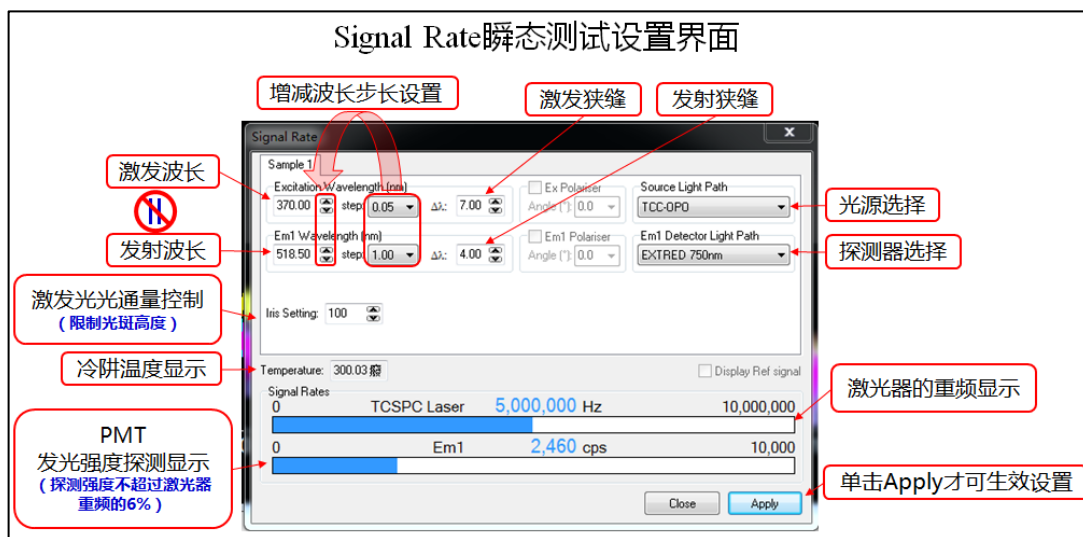

图. 6 Signal Rate 瞬态测试设置界面
4. 点击软件窗口左上角的 Signal Rate 按钮，进入 Signal Rate 设置窗口（如附图 6），先将 Excitation Wavelength 和 Em1 Wavelength 处的  $\Delta\lambda$  均设置为 0.01，按回车键(Enter)或者点击 Apply，再根据测试寿命的长短在 Source 选择合适的光源模式，探测器根据探测波段进行选择，然后点击 Apply；